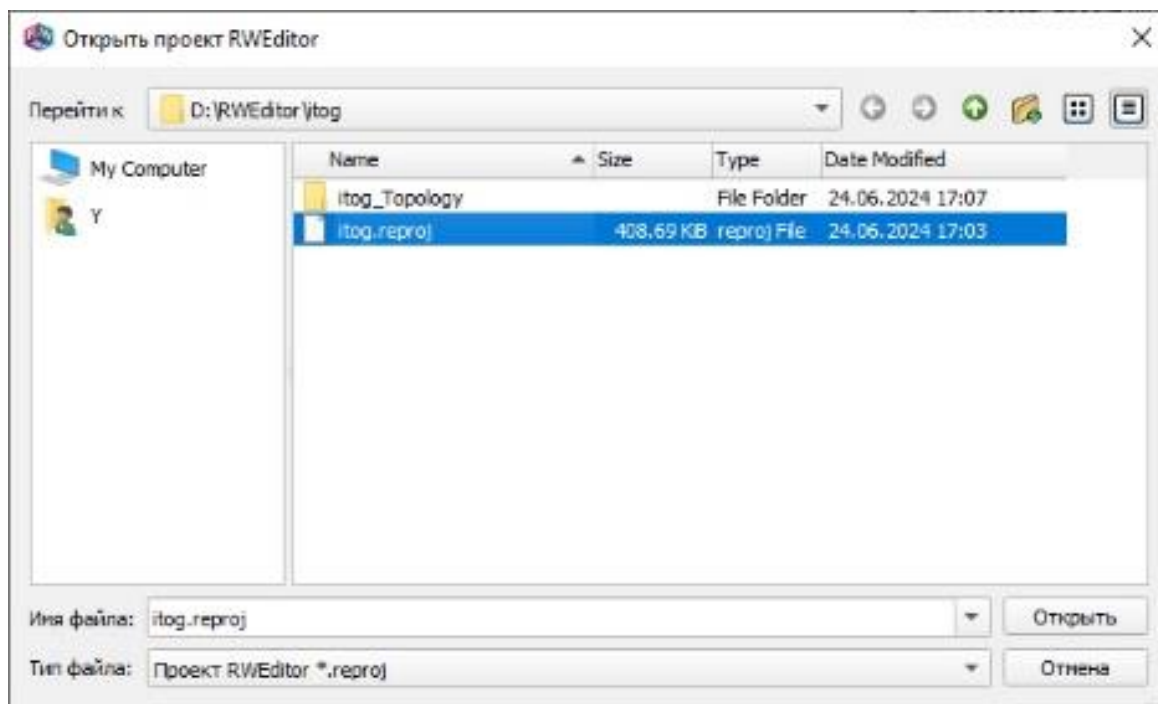

Рис. 5
1) выполнить команду «Открыть» меню «Главная». На экран будет выведен стандартный диалог открытия файла с расширением `reproj` (рис. 5);